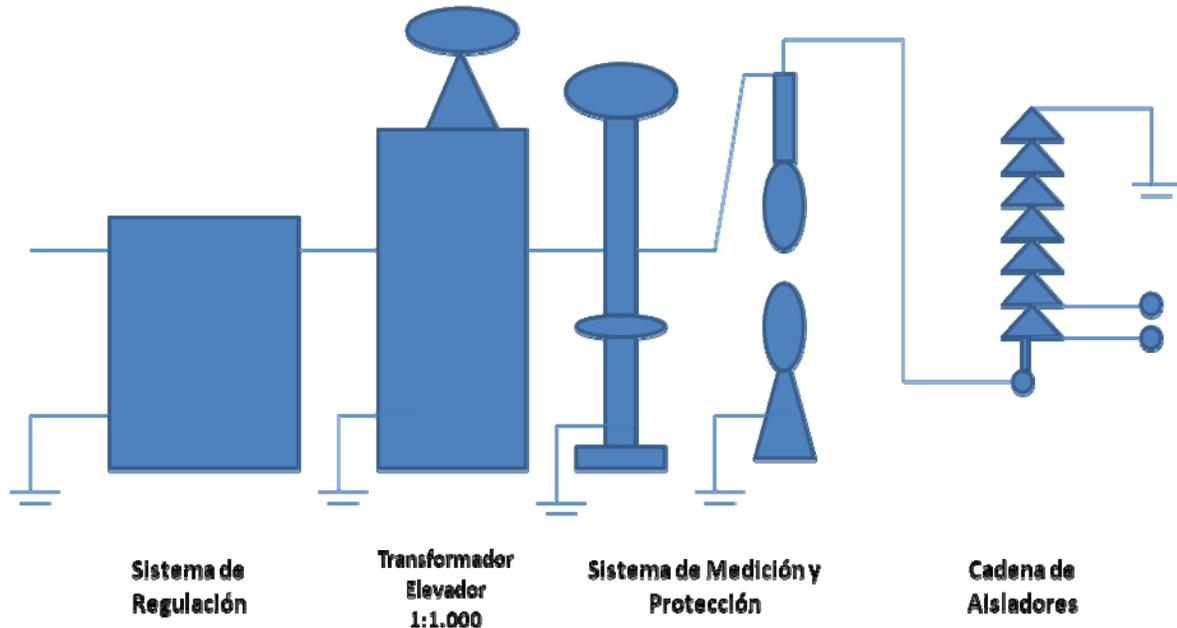

Figura 5.7. Esquema de conexión experimento 5.
- Retire el último aislador de la cadena, como se muestra en la Figura 5.7.